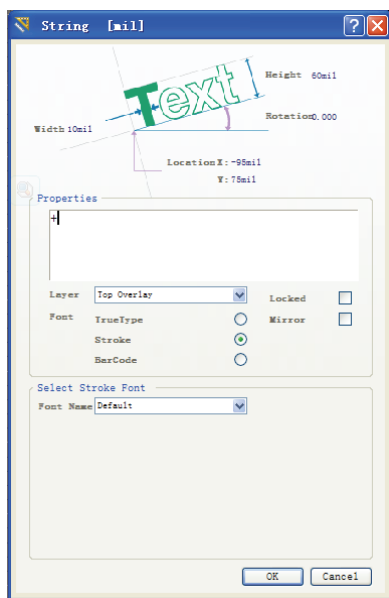

图 10-54 字符属性设置对话框
(1) 将顶层丝印层(Top Overlay)置为当前层。
(2) 执行菜单命令【Place】→【String】或单击“PcbLib Placement”工具栏中的  按钮, 光标变成十字形并带有默认字符“String”, 进入放置字符状态。
(3) 按 **Tab** 键, 进入字符属性设置对话框, 如图10-54所示。在Text文本框中输入“+”号, 放置层选择顶层丝印层。
(4) 单击  按钮, 浮动字符变为“+”, 移动光标到1号焊盘附近单击放置。如果位置不合适, 可以将栅格调整小后再拖动字符到合适的位置。